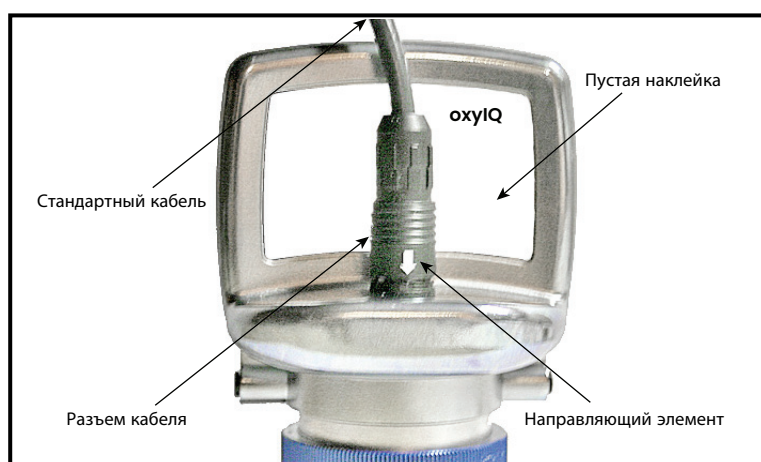

Рис. 5. Кабель и разъем оху.IQ
1. Прикрепите соответствующий кабель к оху.IQ (см. *Рис. 5* ниже). Убедитесь, что белая стрелка на разъеме кабеля была совмещена с белой стрелкой на разъеме оху.IQ, а затем нажмите на верхнюю часть разъема кабеля вниз в направлении ответного разъема в задней части электронного модуля, пока не услышите щелчок.